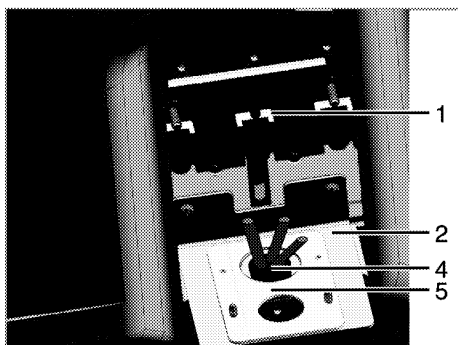

Fig.5
- 2 - Enlever le cordon d'alimentation/ la plaque de conduction montré à la Figure 5, en enlevant les deux vis qui sécurisent le support de l'appareil.
- 2- Déterminer la grandeur du conduit nécessaire et si besoin, enlever le cordon d'alimentation/la plaque du conduit tel que montré à la Figure 7 et renverser la plaque pour que la bonne grandeur de l'ouverture de la plaque pour votre conduit soit directement au dessus de l'ouverture de 1-3/8 po. du support de l'appareil Figure 5. Sécuriser le cordon d'alimentation/la plaque de conduction en utilisant les mêmes vis que vous avez enlevé pour enlever la plaque.